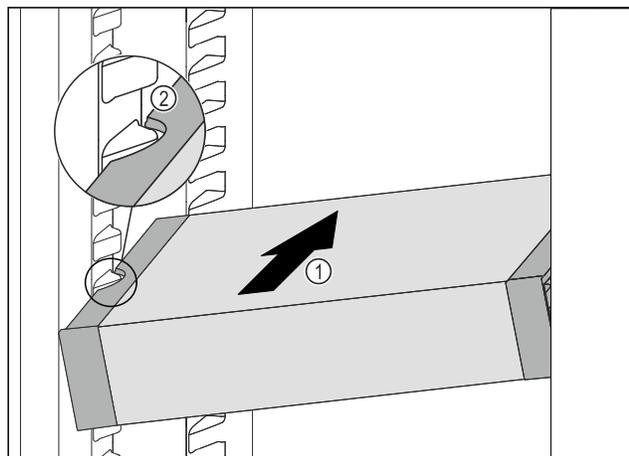

Fig. 74
- ▶ Insérer le VarioSafe en biais dans la partie réfrigérateur Fig. 74 (1) jusqu'à ce que les encoches latérales Fig. 74 (2) du VarioSafe se trouvent à la hauteur de la nervure du bac dans la partie réfrigérateur.